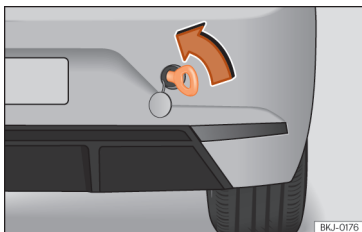

Fig. 158 No lado direito do para-choques traseiro: argola de reboque enroscada.
- Enrosque a argola de reboque no alojamento girando-a ao máximo **no sentido contrário ao dos ponteiros do relógio** »» Fig. 158, »» Página 269. Utilize um objeto adequado com o qual possa enroscar completa e firmemente a argola de reboque no seu alojamento.